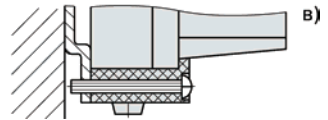

Рис. 6.1. Установка прибора в корпусе настенного крепления
1. Закрепите кронштейн тремя винтами М4 на поверхности, предназначенной для установки прибора (см. прил. А и **рис. 6.1, а**).
2. Зацепите крепежный уголок на задней стенке прибора за верхнюю кромку кронштейна (**рис. 6.1, б**).
3. Прикрепите прибор к кронштейну винтом М4×35 из комплекта поставки (**рис. 6.1, в**).